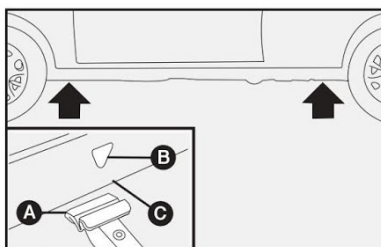

fig. 9
- Colocar o macaco onde está marcado o símbolo ▼ **B-fig. 9** perto da roda a substituir, e certificar-se de que a ranhura A do macaco esteja bem encaixada na longarina C.
- Colocar o macaco onde está marcado o símbolo ▼ **B-fig. 9**, perto da roda a substituir, e certificar-se de que a ranhura A do macaco esteja bem encaixada na longarina C.